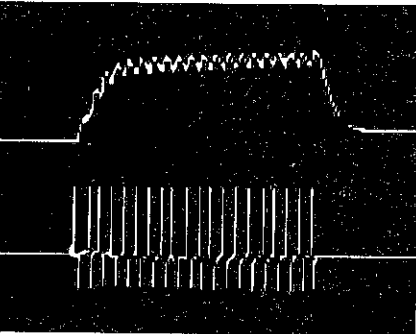

figure 4
2.4. La figure 4 représente 2 expériences utilisant les propriétés réfléchissantes de 2 verres de montre.